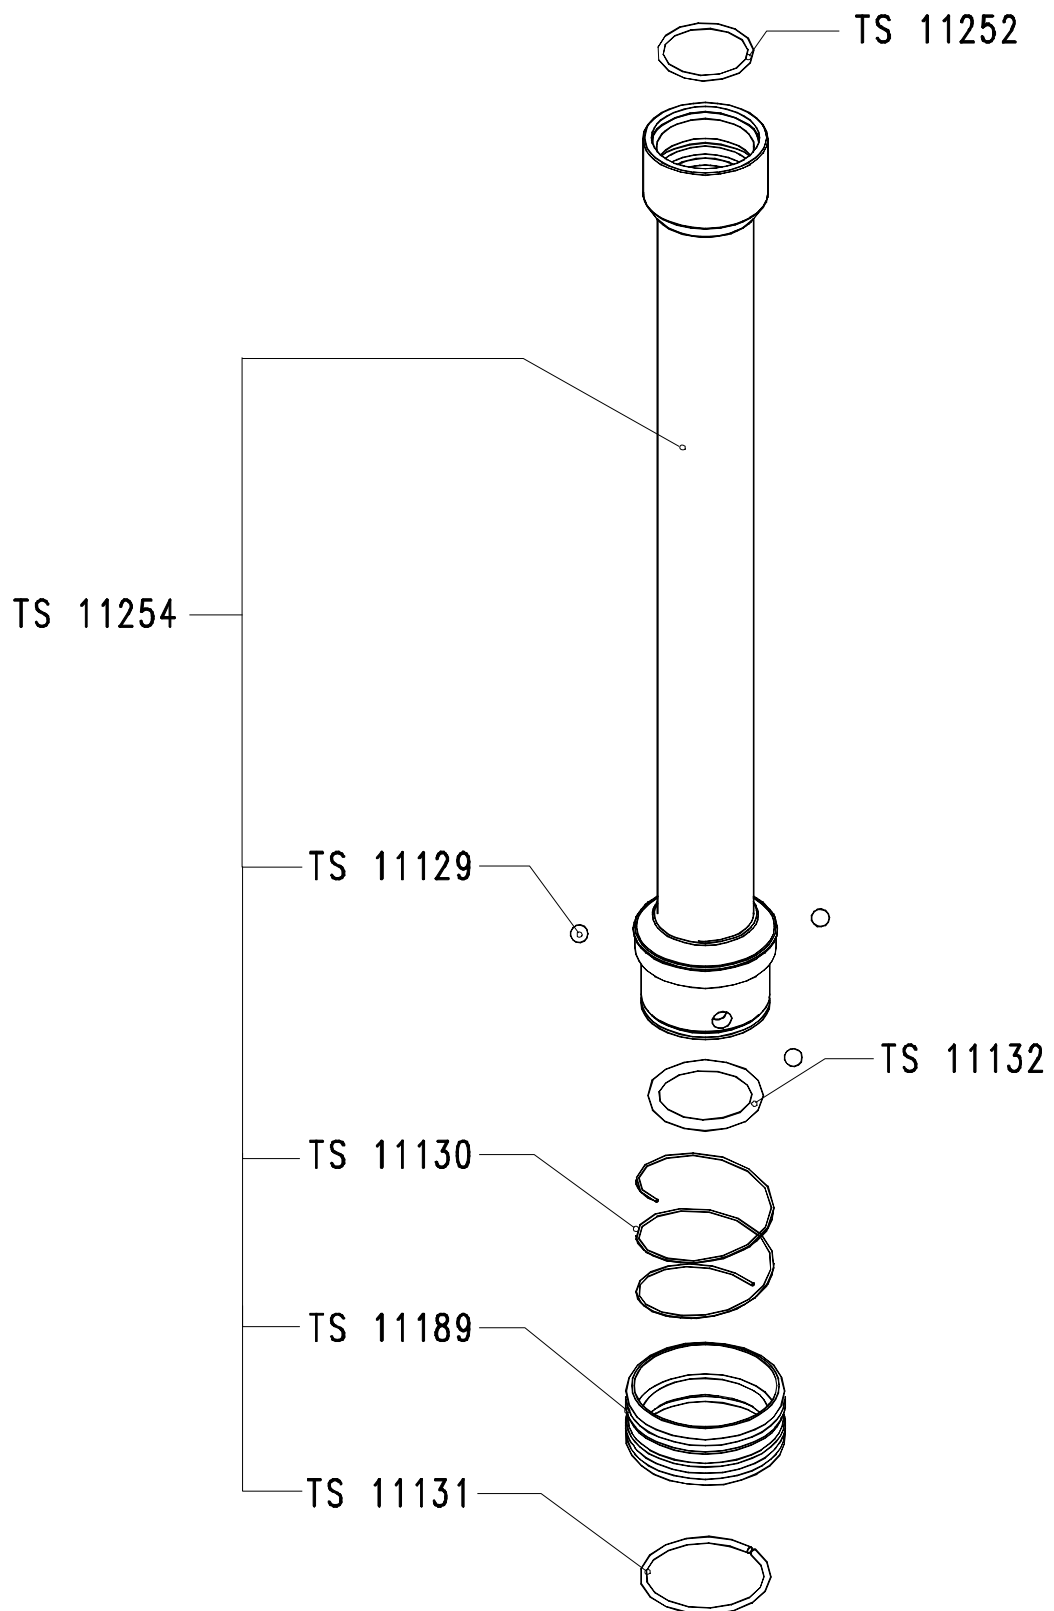

Figura 13-5: tubo de alojamento SS1-Q1 TS 10184, detalhes
- Figura 13-5: tubo de alojamento SS1-Q1 TS 10184, detalhes